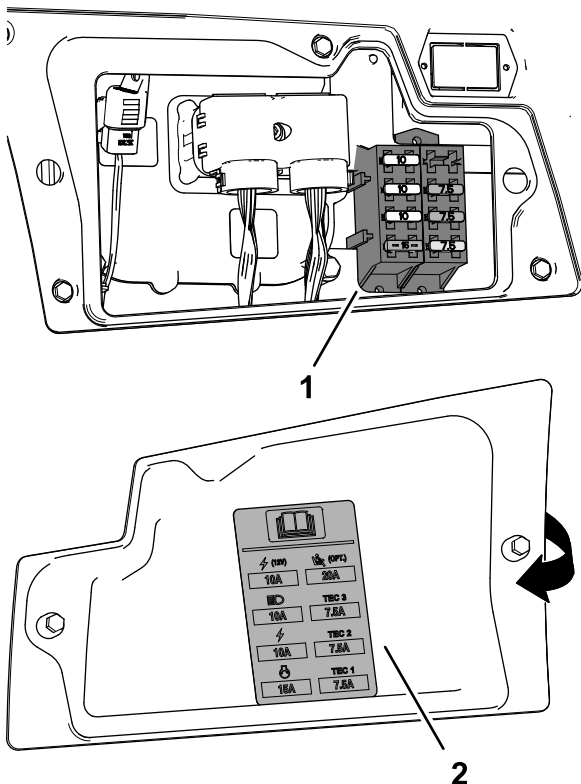

Figura 130
3. Înlocuui sigurana deschisă (Figura 130) cu același tip de siguranță, având același amperaj.